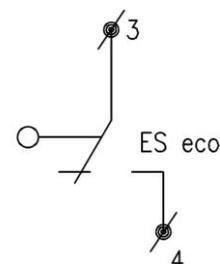

Figure 6
16. Raccorder les dispositifs de sécurité (thermostat maximal, régulateur de pression et interrupteur de fin de course sur la valve de relais du côté des gaz) selon la figure 6 et les tester.
Ne jamais mettre le condenseur en service sans eau ou avec une quantité d'eau trop faible. Lorsque la chaudière fonctionne, l'eau doit toujours circuler dans le condenseur (aussi sur position bypass avec combustible fioul). Installer électriquement le pressostat (du côté des gaz de fumée) apposé sur le condenseur, le thermostat maximal et l'interrupteur de fin de course sur la valve de relais du circuit conditionnel du brûleur conformément au schéma, voir page 8, figure 6, et tester leur bon fonctionnement. Si ces conditions ne sont pas remplies, cela peut entraîner des perturbations graves de la combustion (situation dangereuse) et l'endommagement de la partie côté eau du condenseur.